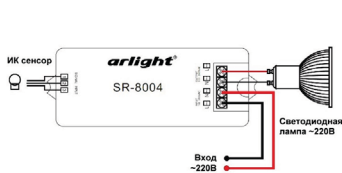

Рис.1. Подключение датчика SR-8004
3.5.1. Подключение датчика SR-8004 (Рис.1):